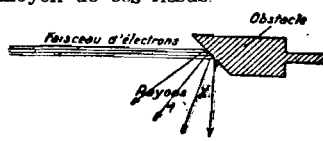

Figure 1
**A**VANT de répondre à ces questions, rappelons brièvement ce qu'est un rayon X. Lors des électrons, en mouvement rapide, viennent à être arrêtés brusquement par un obstacle, la quantité d'énergie qu'ils transportaient se transforme en un rayonnement particulier, découvert par Roentgen en 1893, et appelé rayons X ou rayons de Roentgen (fig. 1).